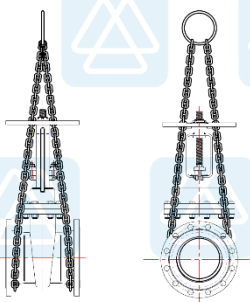

Рис. 5 Стropовка задвижки
- 5.3. При монтаже для подвески, перемещений и других работ следует использовать патрубki или фланцы корпусов, проушины в крышке (рис. 5).